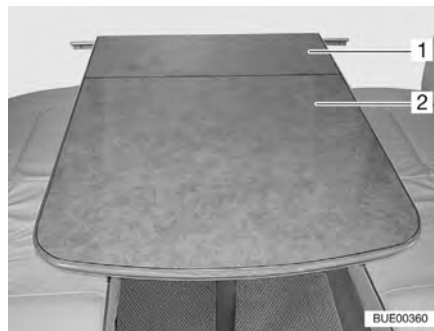
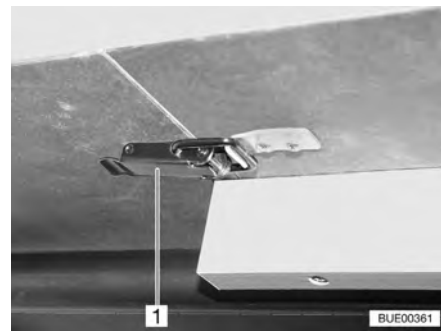

Bild 73 Hängbord
Bild 74 Lås
- Öppna låsen (Bild 74,1).
- Lyft upp bordsskivan (Bild 73,2) något framtill och drag ut den till stoppläget.
- Lägg in bordsförlängningen (Bild 73,1) och lås med låset (Bild 74,1).
- Tag bort bordsförlängningen (Bild 73,1) och lägg den åt sidan.